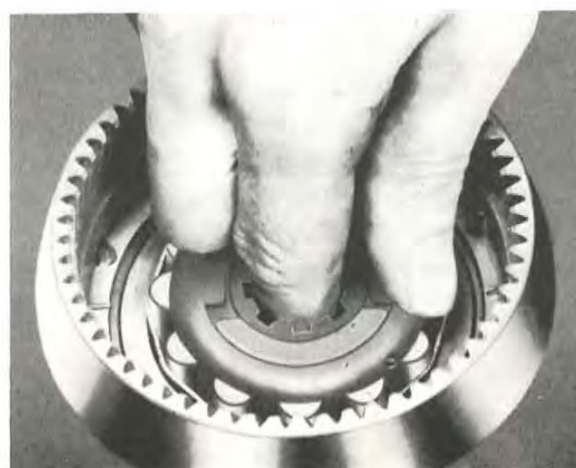

Bild 29. Montering av frihjul
6. Lägg i tryckbrickan och därefter frihulets på sin plats i utgående axeln, se bild 29. Lägg i oljeledplåten och sätt i låsringen, se bild 30.